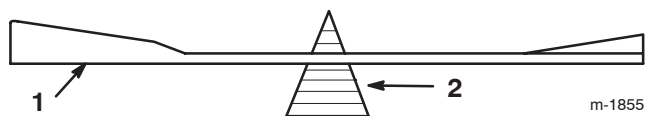

Figure 37
2. Vérifiez l'équilibre de chaque lame en la plaçant sur un équilibreur (Fig. 37). Si la lame reste horizontale, elle est équilibrée et peut être utilisée. Si la lame est déséquilibrée, limez un peu le dos de la lame. Répétez la procédure jusqu'à ce que toutes les lames soient équilibrées.